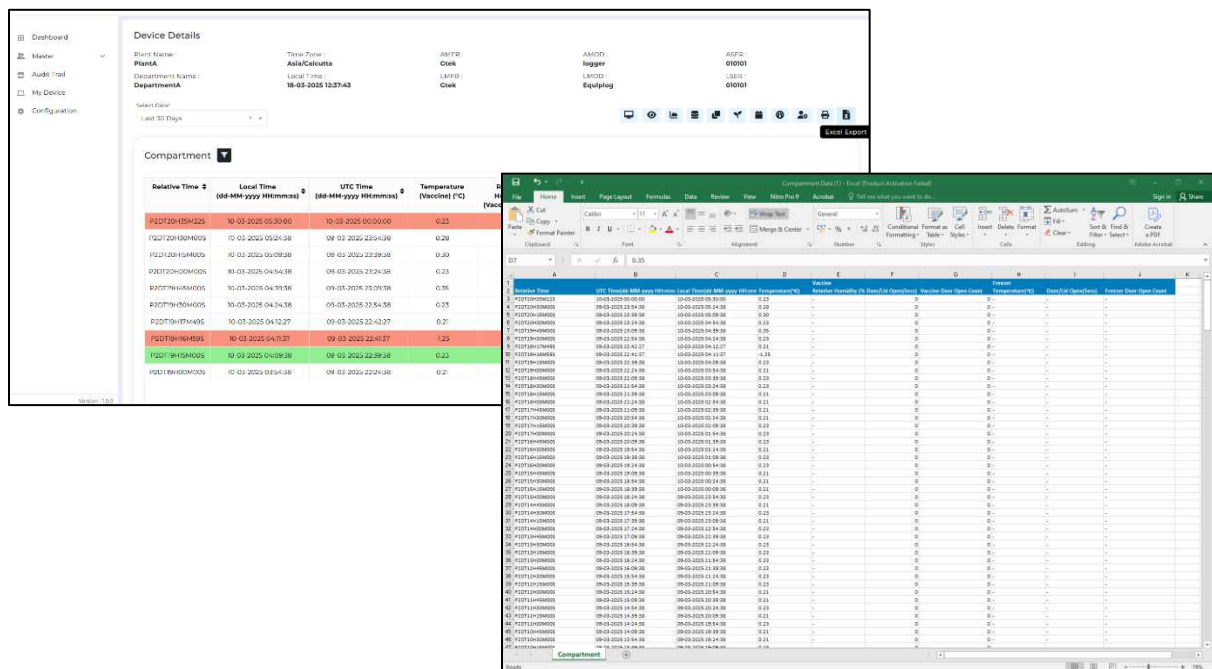

Figure 59 Exporter un fichier données Excel pour les données du compartiment sélectionné
- Le fichier Excel exporté contiendra les données du tableau de bord actuellement actif, filtrées par la période sélectionnée, comme le montre la figure 59.